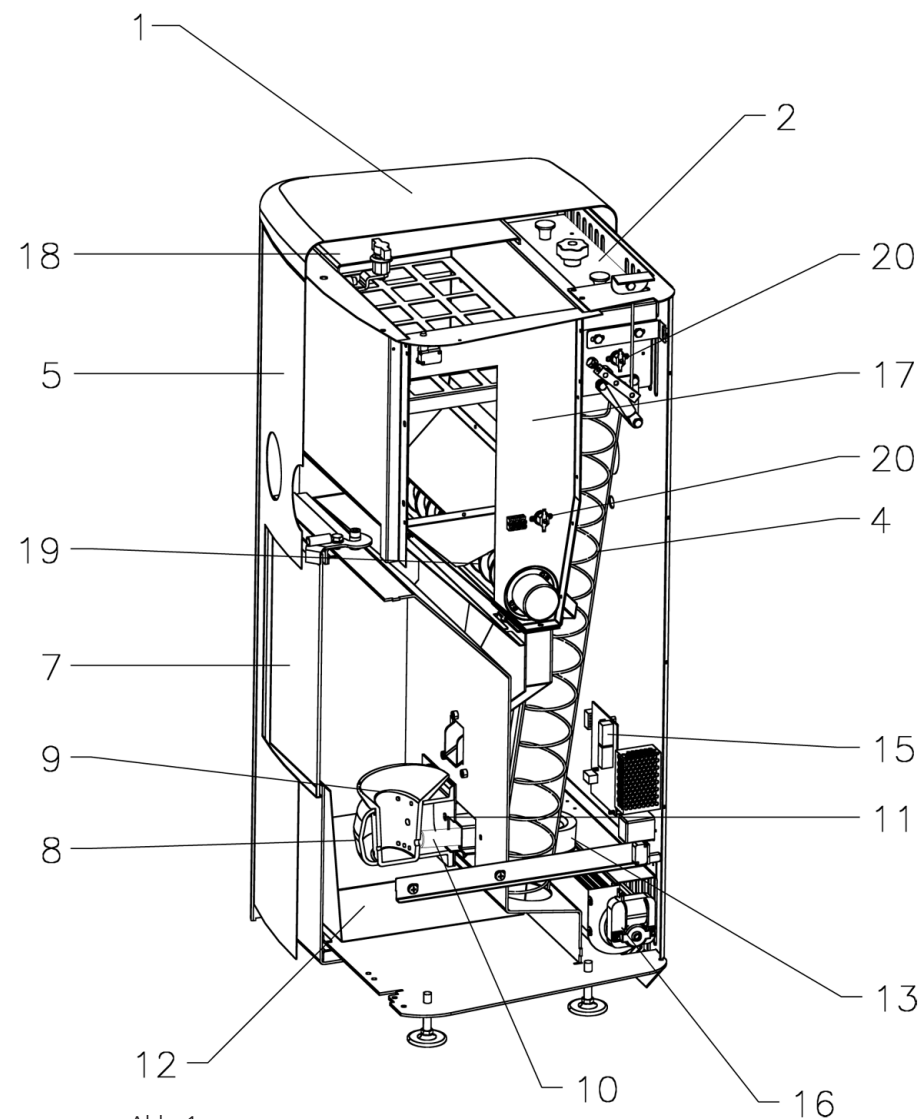

Abb. 1
3. Zwei Thermostate sind gemäß Abschnitt 1.2 Komponenten (Abb. 1) positioniert. Wird die maximal zulässige Temperatur überschritten, stoppt die Zuführung, der Kamin wird abgeschaltet und das Display zeigt eine Betriebsunterbrechung an. Dieser Alarm ist mit einem Tastendruck zu bestätigen. Vergessen Sie nicht, die Ursache für die Betriebsunterbrechung zu beheben.
4. Ein Flammenwächter befindet sich im Brenner (Abb. 1). Wenn die Flamme erlischt oder die Pellets schneller zugeführt als verbrannt werden und keine Flamme über etwa 3,5 min angezeigt wird, schaltet sich der Kamin ab und das Ausrufezeichen leuchtet auf, während gleichzeitig eine Betriebsunterbrechung auf dem Display angezeigt wird.